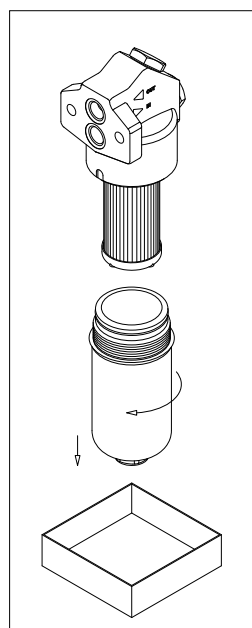

fig. 16
- (Fig. 16) In assenza di tappo di drenaggio, svitare il contenitore predisponendo un recipiente per la raccolta del fluido di lavoro